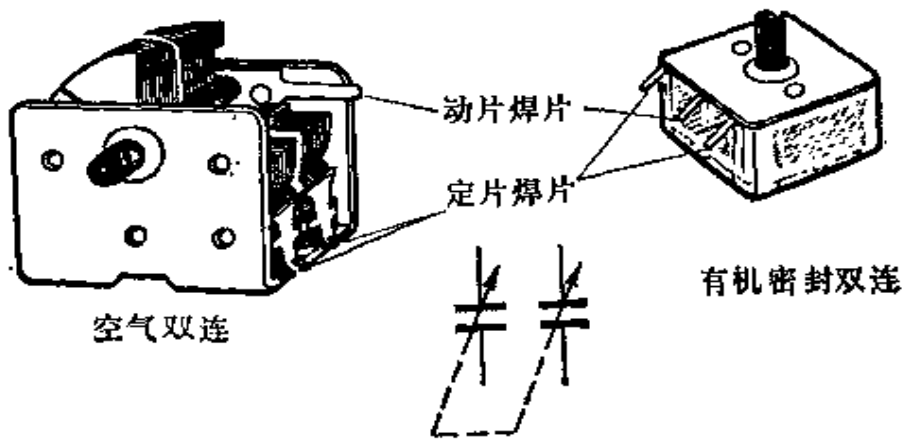

图 8-5
3. 双连可变电容器 简称双连。它由两只单连相合而成,两组动片和同一根转轴相连接。双连的实物外形和符号如图 8-5。